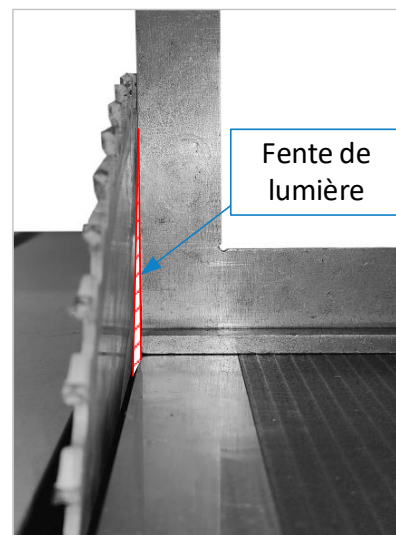

Figure 49 : fente de lumière
2. Couper l'interrupteur principal et verrouiller. Avec une équerre de butée à 90°, vérifiez que la lame de scie est bien d'équerre (⇒ Figure 49). La surface de référence est le plateau de la table en fonte.